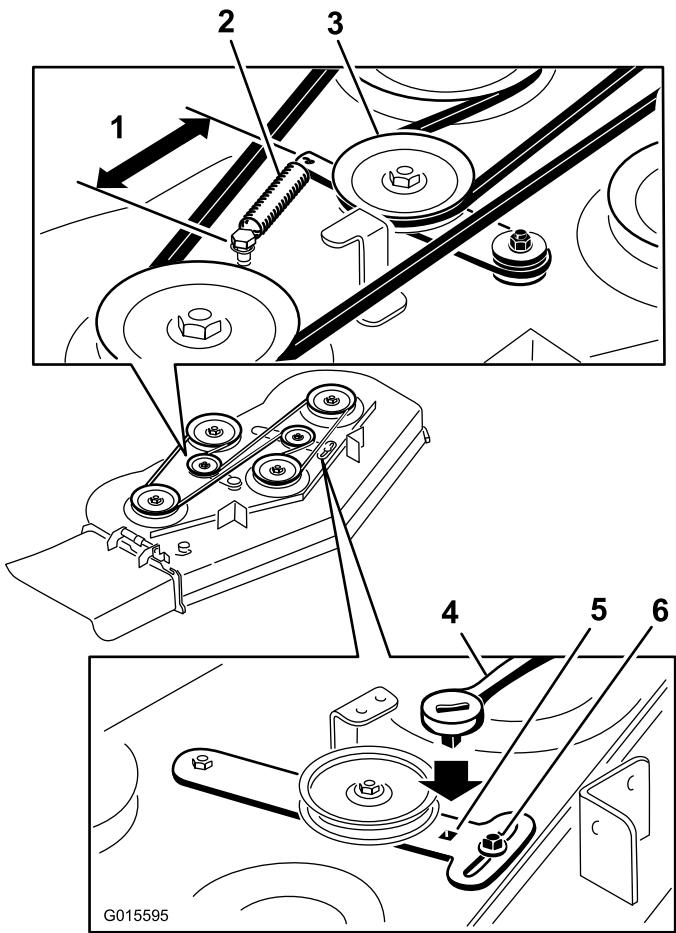
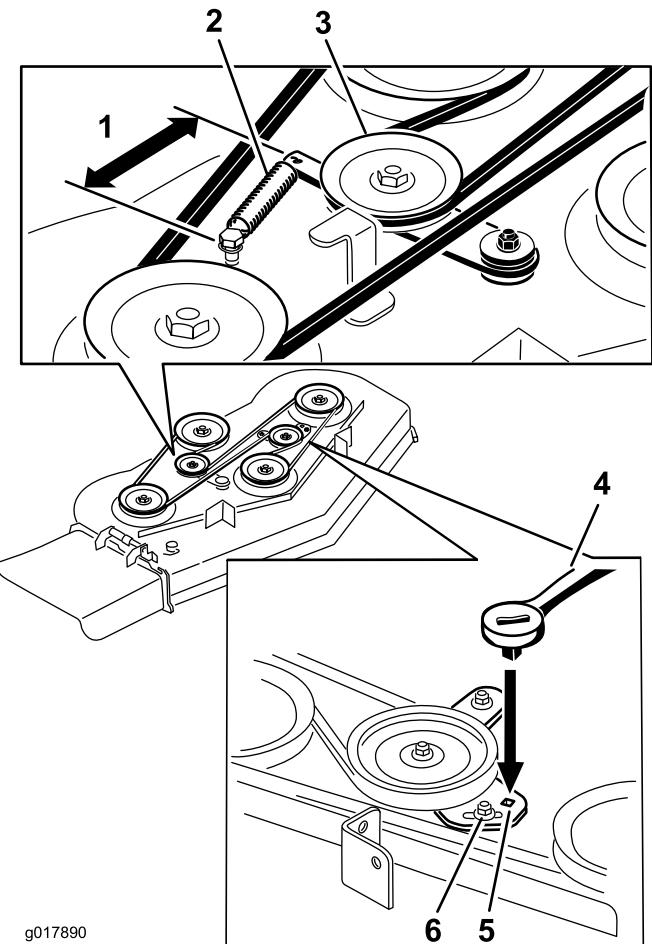

Figure 74
Figure 75
4. Desserrez la poulie de tension avant en desserrant l'écrou (Figure 74 et Figure 75).
5. Enlevez la courroie usée du tablier de coupe (Figure 74 et Figure 75).
6. Montez la nouvelle courroie autour des poulies du tablier de coupe et de la poulie d'embrayage (Figure 74 et Figure 75).
7. Au moyen d'un rochet dans le bras de renvoi, serrez la poulie de tension jusqu'à ce que le ressort soit tendu à 165 mm (6,5 po) entre les crochets (Figure 74 et Figure 75).
8. Serrez la poulie de tension avant en serrant l'écrou (Figure 74 et Figure 75).